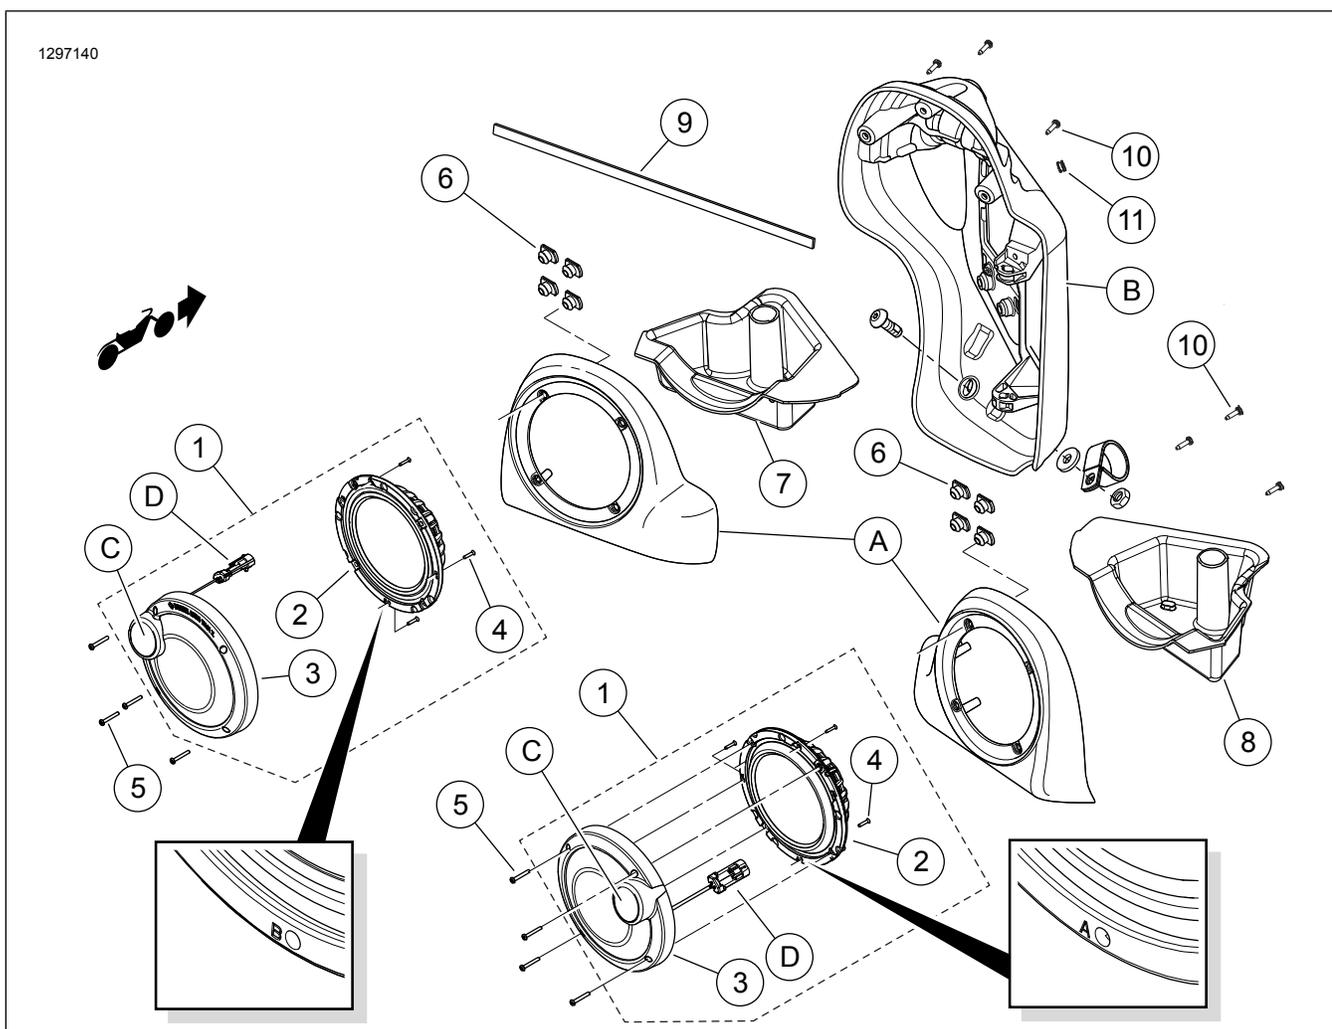

Figura 12. Parti di ricambio: Kit altoparlanti nella carenatura inferiore Boom! Audio Stage II
Per facilitare l'assemblaggio, installare per prime le viti (vedere Figura 12, elemento 10) nella sede senza il vassoio. Rimuovere le viti.
18. Vedere Figura 12 Separare l'occhiello con fenditura (11). Installare l'occhiello intorno alla diramazione del cablaggio. Installare nel foro eseguito con il trapano nella carenatura.
22. Vedere Figura 12 Collegare i connettori dei fili dell'altoparlante all'interno della sede ai terminali a forcella sul retro del **nuovo** woofer. I contatti a forcella hanno misure differenti per evitare un montaggio errato.
23. Collegare il connettore audio a due vie dell'amplificatore del cablaggio dell'amplificatore al connettore (D) del midrange e del tweeter.
24. Ruotare il gruppo dell'altoparlante (1) in modo che il tweeter (C) si trovi a 45 gradi verso l'occhietto esterno rispetto alla sommità.
25. Installare il gruppo dell'altoparlante sulla sede dell'altoparlante con le quattro viti (5) prelevate dal kit.